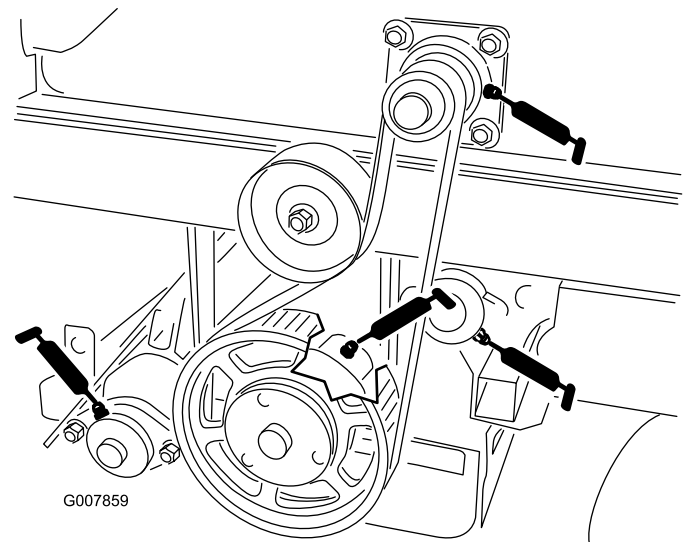
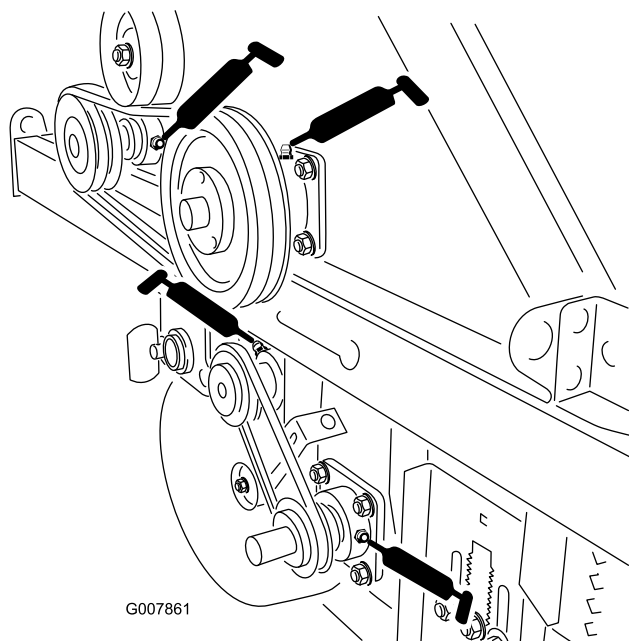

Bild 40
Bild 42
- Häksler (2) (Bild 42 und Bild 40)
- Sich drehende Kante (2) Bild 42 und Bild 40
- Aufnahmebürste (2) (Bild 42 und Bild 40)
- Heckrolle (2) Bild 40